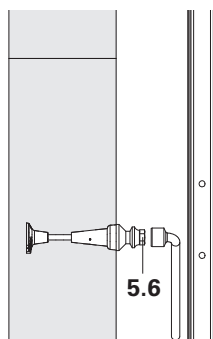

Fig. B1.33
- (Fig. B1.33)
3. Desapertar e remover o anillo e parafuso M24 x 120 da betonagem anterior com chave de caixa SW 36. (Fig. B1.33)